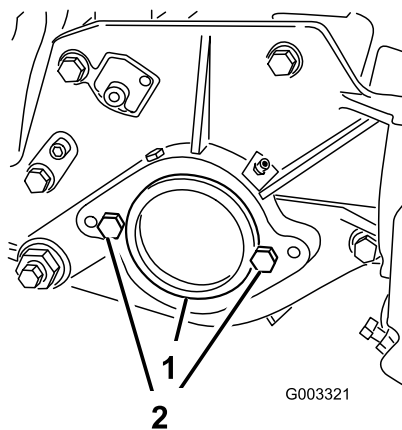

Figura 7
2. En el extremo derecho de la unidad de corte, retire el tapón de plástico del alojamiento del cojinete (Figura 7).
3. Retire los 2 tornillos de caperuza de la chapa lateral derecha (Figura 7).
1. Tapón de plástico 2. Tornillo de caperuza (2)
5. Instale provisionalmente los 2 tornillos de caperuza de montaje del motor del molinete a la chapa lateral izquierda de la unidad de corte (Figura 7).